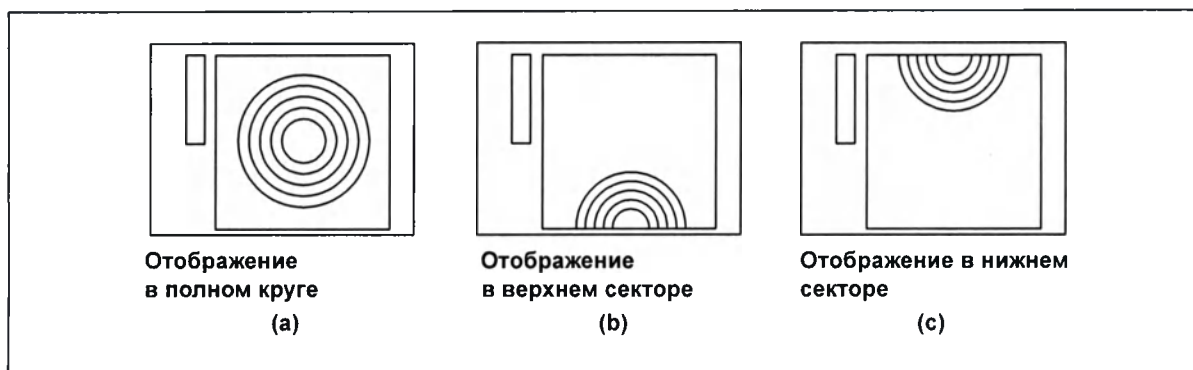

Рисунок 7.57
- **Полный круг** : Отображение ультразвукового изображения во всей области 360°, получаемой путем поворота области сканирования (см. рис. 7.57 (a)).
- **Верхний сектор** : Отображение ультразвукового изображения верхней половины области 360°, получаемой путем поворота области сканирования (см. рис. 7.57 (b)).
- **Нижний сектор** : Отображение ультразвукового изображения нижней половины области 360°, получаемой путем поворота области сканирования (см. рис. 7.57 (c)).
- 2 Нажмите кнопку нижнего сектора для отображения ультразвукового изображения в нижнем секторе. (См. рис. 7.57 (b))
- 3 Нажмите кнопку верхнего сектора для отображения ультразвукового изображения в верхнем секторе. (См. рис. 7.57 (с))